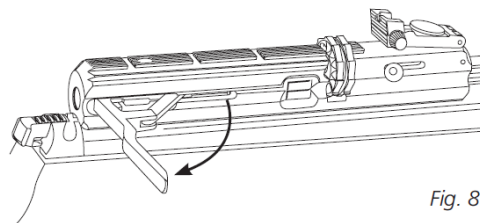

Fig. 8
- For at montere magasinet i luftriflen, trækkes ladegrebet bagud og forbliver i denne stilling. (Fig. 8).